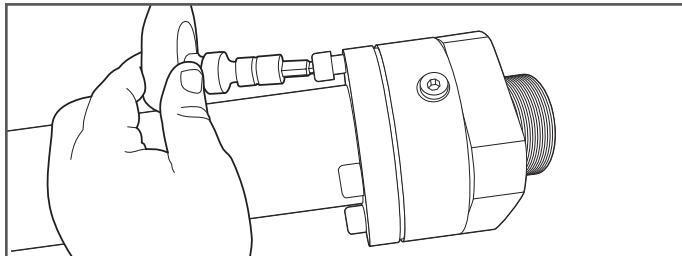

Figure 8-1
1. Desserrez les vis à tête creuse l'aide d'une clé à cliquet et d'un embout de clé hexagonale de la taille appropriée (Figure 8-1).